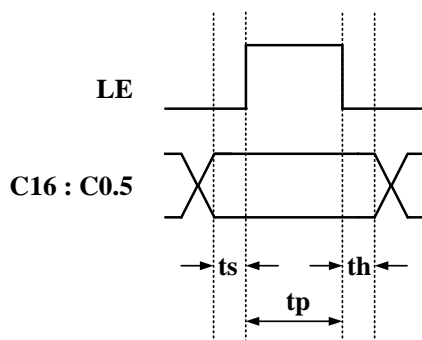

图 2 锁存并行时序图
锁存并行模式时，在LE保持为低时改变衰减控制位，然后使LE先拉高再拉低，形成一个脉冲，从而锁住最新的衰减态。图2描述了锁存并行模式的时序图，表5是相关的交流特性。
3) 直接并行模式时，LE(Pin5)接高电平；锁存并行模式时，LE(Pin5)需要形成脉冲，如图 2 所示。